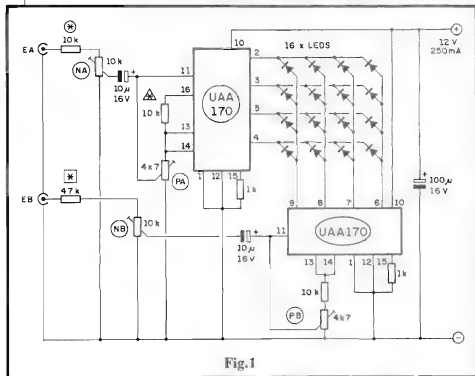

Fig.1
- **FIG. 1 - O CIRCUITO** - Os dois UAA170 controlam, através das suas saídas matriciadas, os "eixos" "X" (horizontal) e "Y" (vertical) aos quais estão eletricamente ligados os 16 LEDs, dispostos em quadrado (4 LEDs de lado). Para um rápido "entendimento" de como o display é comandado, tomemos como exemplo um LED específico, aquele no canto inferior esquerdo do "quadrado" de 16 pontos... O dito LED **apenas acenderá** quando a Saída correspondente ao pino 9 do UAA170 de baixo (canal B) encontrar-se eletricamente "alta" e, no mesmo instante, encontre-se "baixa" a Saída correspondente ao pino 4 do Integrado do alto (canal A). Qualquer outra "combinação de estados" ou níveis nas ditas duas Saídas, **não**